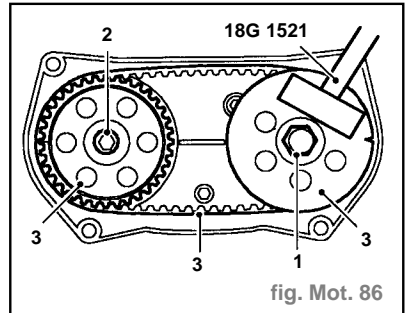

fig. Mot. 86
- En utilisant l'outil **18G 1521**, faire tourner le pignon de distribution arrière d'arbre à cames d'admission jusqu'à ce que les repères de distribution des deux pignons arrière soient tournés vers l'extérieur (fig. Mot. 86).